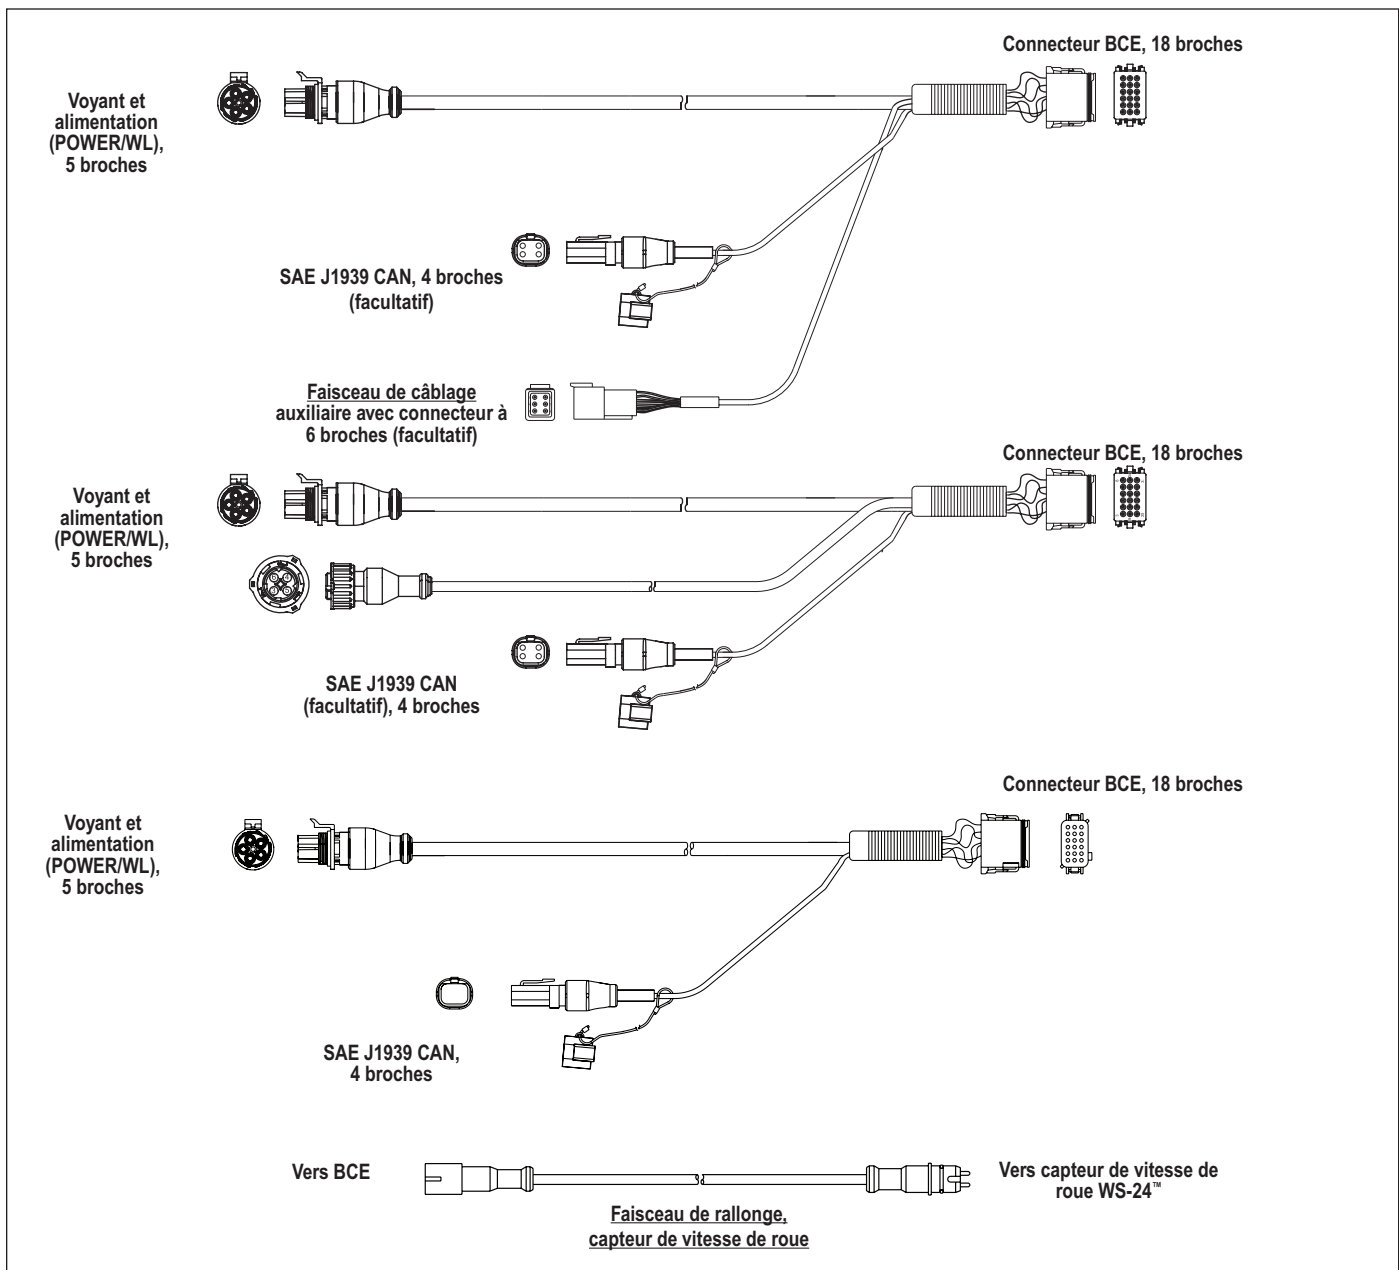

FIGURE 6 – EXEMPLES DE FAISCEAUX DE CÂBLAGE
- **Faisceau de câblage** : Un faisceau de câblage de l'alimentation est nécessaire; des variantes, incluant des sous-faisceaux auxiliaires, sont disponibles au besoin. Cf. Figure 6.
- **Capteur de charge** : Si la remorque est dotée d'un capteur électrique externe de flexion de ressort, cf. Figure 4, on fixe celui-ci au châssis du véhicule et on le rattache par une tringlerie à un essieu (jamais à un essieu relevable) – à moins de 13 cm (5 po) du centre de l'essieu. La sortie de ce capteur est un signal électrique proportionnel à la flexion du ressort. Pour le brancher sur le bloc de commande électronique (BCE), on utilise un sous-faisceau auxiliaire (partie intégrante du faisceau d'alimentation). Cf. Figure 6.
Cf. Figure 6.